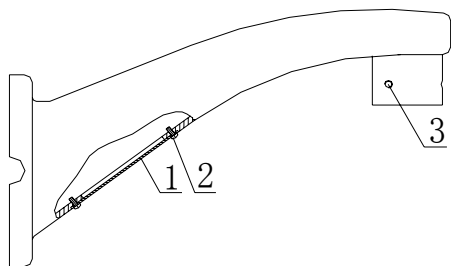

图 4
将球机法兰处的线缆穿过支架内,用图 4 标识为 3 的螺钉将球机紧固在支架上。
- 1.将图 4 标识为 2 的 2 个螺钉松开,取下标识为 1 的支架盖板 (见图 4)。